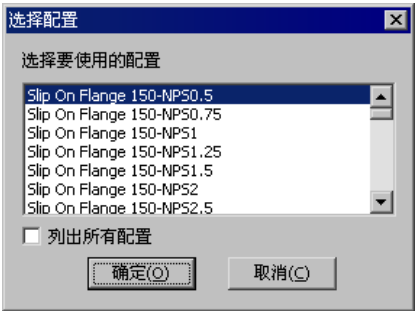

图 11.5.5 “选择配置”对话框
Step3. 选择法兰类型和配置。在系统弹出的“打开”对话框中选择 **piping\flanges\slip on weld flange.sldprt** 文件，单击 **打开(O)** 按钮；系统弹出“选择配置”对话框，选取图 11.5.5 所示的 **Slip On Flange 150-NPS0.5** 配置。